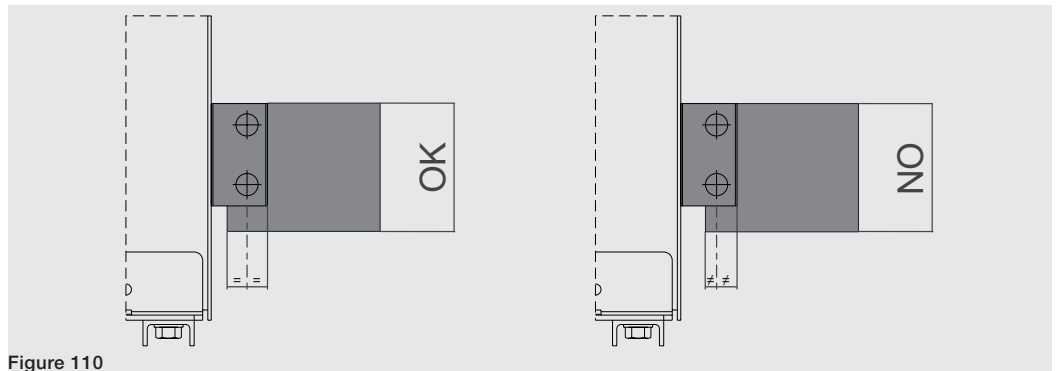

Figure 110
- Garantir que la distance entre trous et extrémité de la prise et entre trous et extrémité de la barre soit la même. Voir exemple Figure 110.